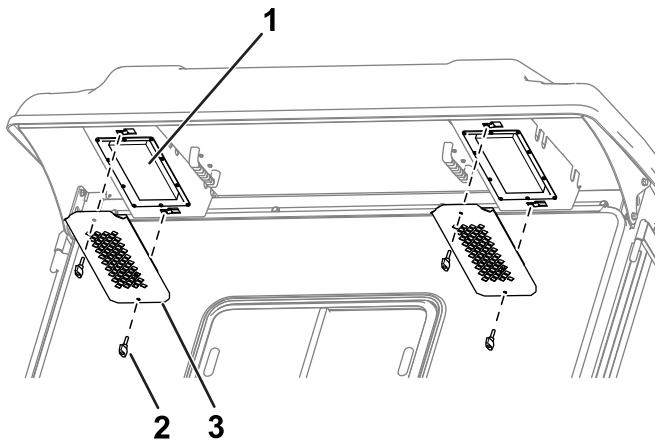

図 82
4. フィルタをキャブに取り付け、格子とノブで固定する図82。
1. 後方のオーバーハング部からノブと格子を取り外す図82。